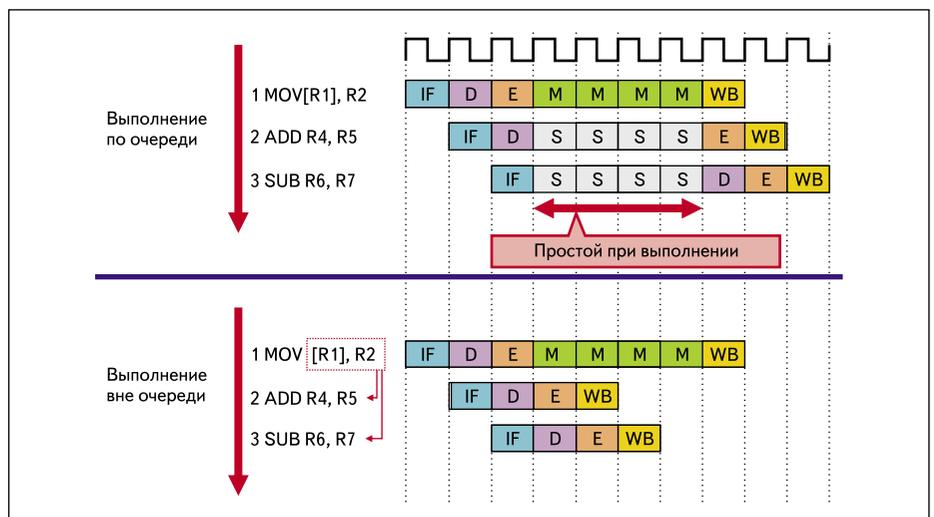

Рис. 4. Усовершенствование конвейера
дии. Поэтому в тех операциях, где есть стадия M, неизбежны значительные простои (S) остальных частей конвейера. Для устранения этого явления был введен принцип «выполнение вне очереди», который состоит в том, что если подряд исполняются несколько не связанных между собой операций, то конвейер не дожидается завершения стадии M текущей команды, а переходит к выполнению следующих, возвращаясь к текущей по завершении стадии M (рис. 4).